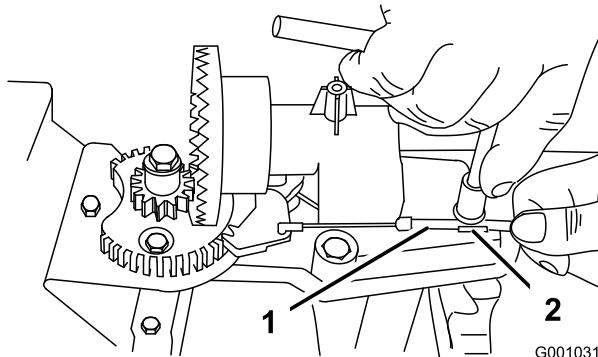
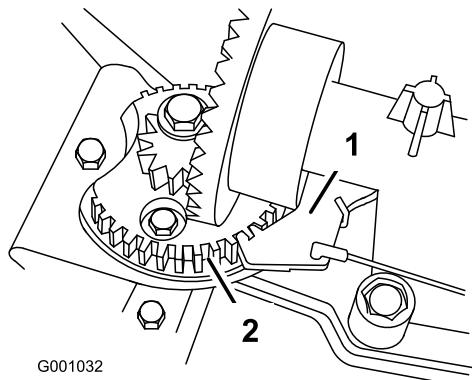

Figura 55
Figura 56
2. Allentate il bullone sul serrafilo per cavi (Figura 55).
3. Afferrate la guaina del cavo e spostatela verso la parte anteriore della macchina finché il fermo del cammino di scarico non s'innesta completamente nei denti degli ingranaggi (Figura 55 e Figura 56).
Nota: Il fermo a molla si inserisce automaticamente tra i denti degli ingranaggi (Figura 56).